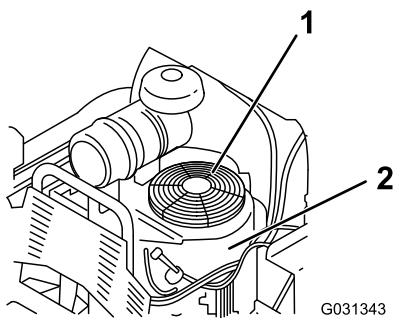

Figura 67
3. Togliete la griglia della presa d'aria e la sede della ventola (Figura 67).
5. Installate la griglia della presa d'aria e la sede della ventola (Figura 67).